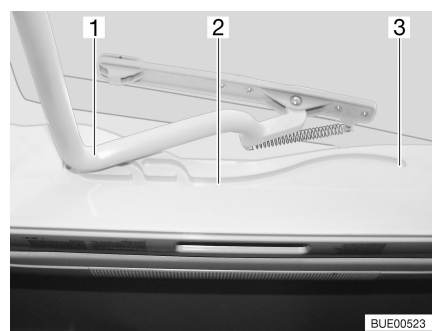

Fig. 22 Lanterneau Heki, glissière
- Tirer l'étrier (Fig. 22,1) dans les glissières (Fig. 22,2) jusque dans la position la plus reculée (Fig. 22,3).
- Pousser l'étrier (Fig. 22,1) légèrement vers le haut avec les deux mains.
- Tirer l'étrier dans les glissières (Fig. 22,2) jusqu'à la position souhaitée.